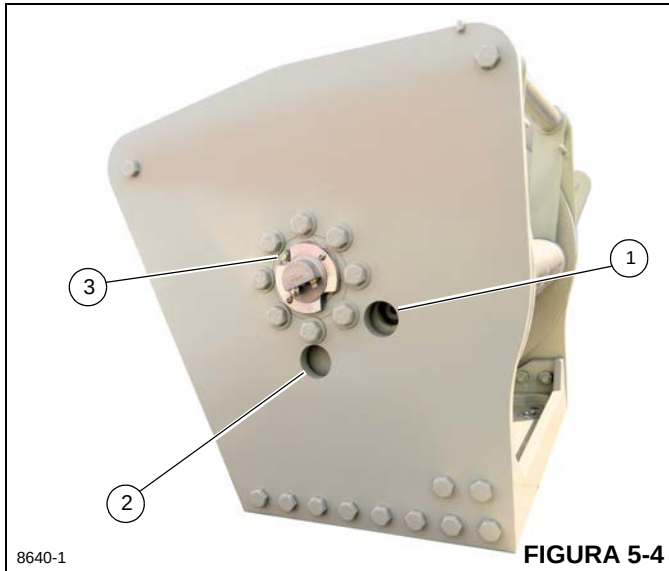

FIGURA 5-4
- Gire el tambor hasta que el tapón de llenado/nivel de aceite (1, Figura 5-4) sea visible en el agujero de inspección.
- Retire el tapón de llenado/nivel (1) e inspeccione visualmente el nivel de aceite. El aceite deberá estar al nivel del fondo del agujero de inspección. Si se necesita más aceite, añada lubricante y reinstale el tapón de llenado/nivel.
- Para vaciar y añadir aceite nuevo, retire el tapón de ventilación (3, Figura 5-4). Retire el tapón de vaciado (2) con una llave de casquillo hexagonal y luego enrosque un tubo de 1 pulg en el agujero del tapón de vaciado (2) para vaciar el aceite. Vacíe el aceite hidráulico. Retire el tubo de vaciado de 1 pulg e instale el tapón de vaciado (2).
- Para llenar con aceite, gire el tambor de manera que la lumbrera de llenado/nivel (1, Figura 5-4) sea visible a través del agujero superior. Instale un tubo de 1 pulg con codo en el agujero de llenado (1) como ayuda para el llenado de aceite. Retire el tapón de llenado/nivel con una llave de casquillo hexagonal y llene el mecanismo